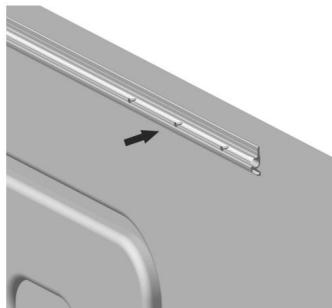
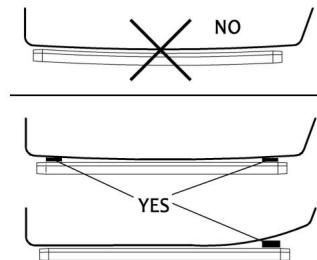

Figure C4
Figure C5
- 3.1 Retirez le rail en tissu et fixez-le à l'extérieur de la carrosserie du véhicule avec les vis B (Figure C4). Le rail en tissu doit être installé horizontalement, et si ce n'est pas le cas, il doit être mis à niveau (le bloc coussin doit être fourni) (Figure C5). Si la carrosserie du véhicule est préinstallée avec une fente d'insertion de tissu, cette étape peut être omise et le tissu il n'est pas nécessaire d'utiliser le rail.